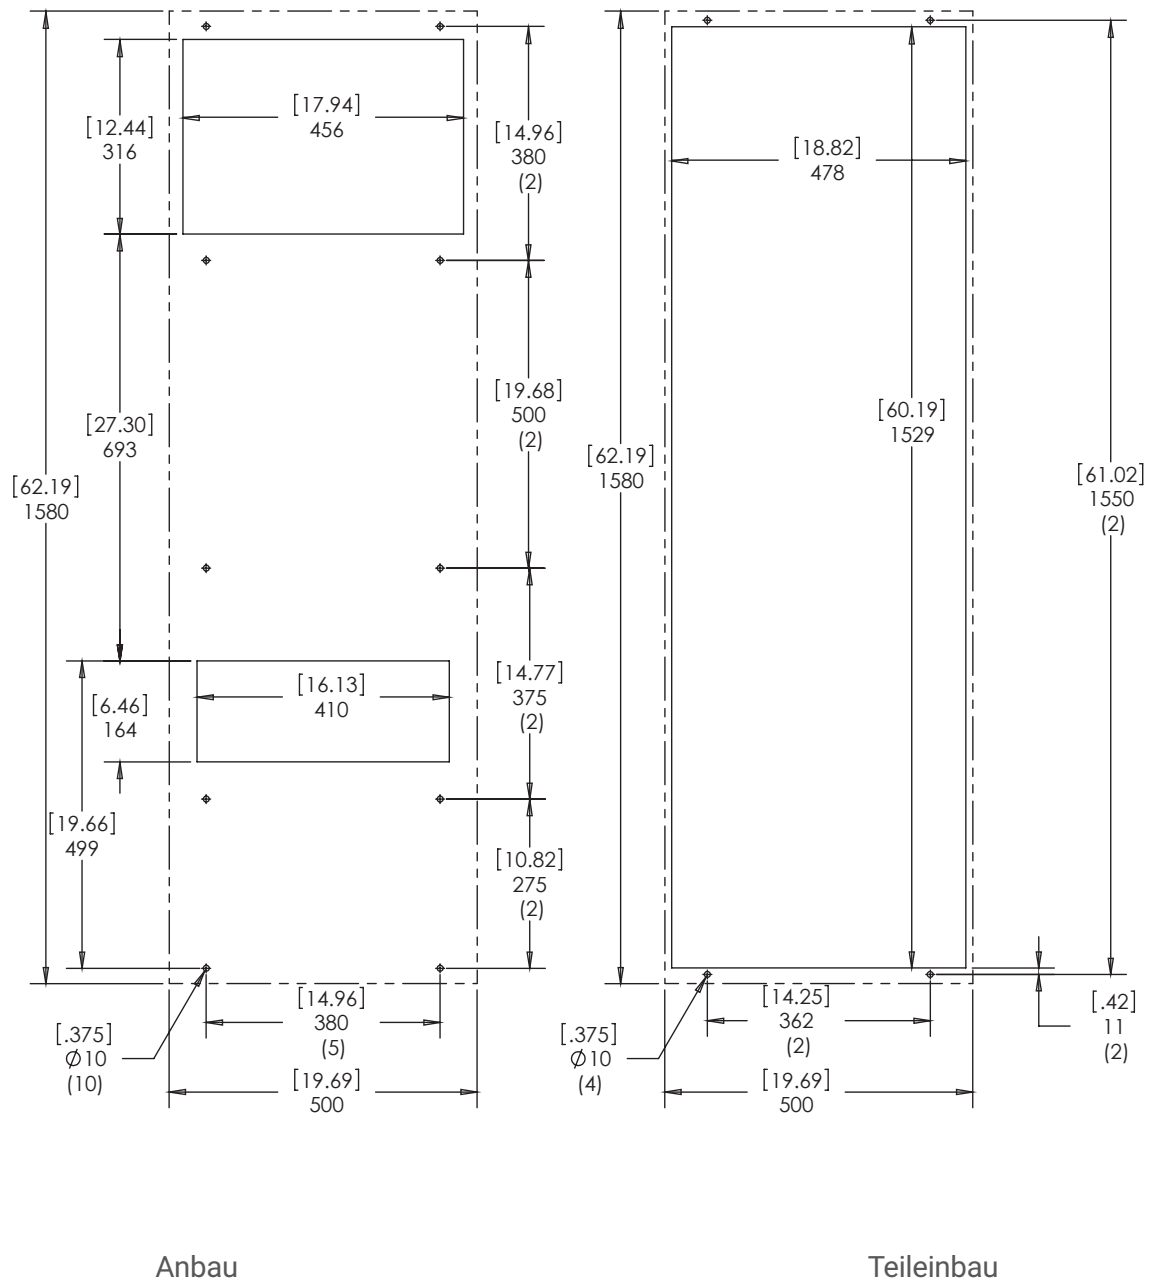

Abbildung 17
2. Bereiten Sie den Schrank anhand der mitgelieferten Ausschnittschablone vor (siehe Abbildung 16 und Abbildung 17). An der Vorderseite des Geräts muss ein Abstand von mindestens 0,5 m eingehalten werden, damit der Luftstrom nicht behindert wird. An den Seiten des Geräts müssen jeweils mindestens 5 cm Abstand eingehalten werden. Damit die Kondensatauffangwanne nicht überläuft, darf das Gerät nicht mehr als 3° zur Ebene geneigt sein.